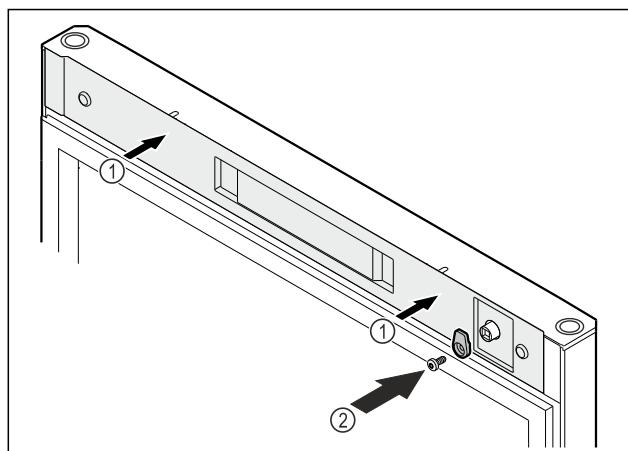

Fig. 55
- ▶ Postavite poklopac Fig. 55 (1).
- ▶ Navrnite kuke za zatvaranje Fig. 55 (2).